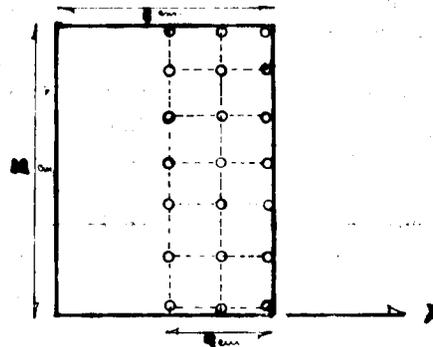

Figura 1.
GENERALIDADES: Tenemos en el laboratorio un turbosoplador cuyo ducto de salida es de sección rectangular, como se muestra en la figura 1, el cual nos proporciona el flujo de aire necesario para esta prueba.
- 1. Se arranca el turbosoplador. Una vez funcionando éste, se coloca el tubo de Pitot en cada uno de los puntos indicados en la figura 1 y se toman las lecturas en el manómetro diferencial acoplado al tubo de Pitot. Es muy importante que el tubo de Pitot esté paralelo a las líneas de flujo